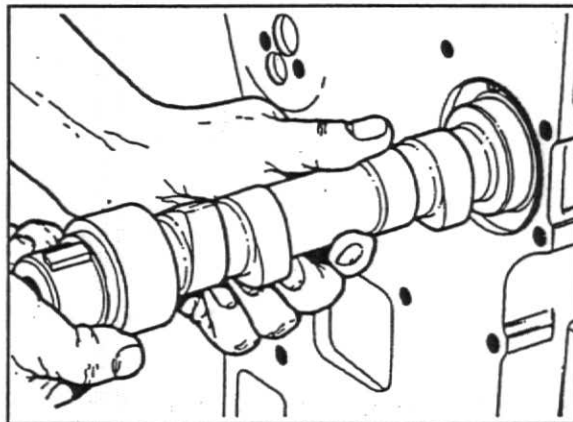

Fig. 3
13. Remova a árvore de comando de válvulas com o bloco em posição invertida, fig.3.